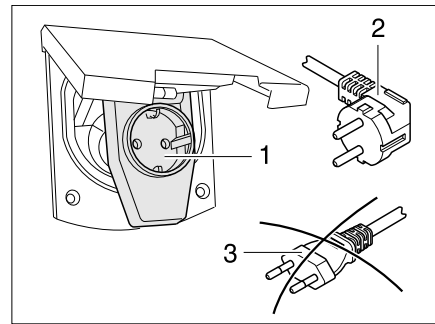

Bild 154 Anschluss an eine Winkelkupplung mit Steckdose
- ▶ Bei Verwendung einer CEE 17 Winkelkupplung mit rückseitig eingebauter Steckdose (Bild 154,1) nur einen gummierten und versiegelten IP 44 Stecker mit Schutzkontakt (Bild 154,2) verwenden. Keine Stecker ohne Schutzkontakt (Bild 154,3) verwenden. Gefahr eines Stromschlages!